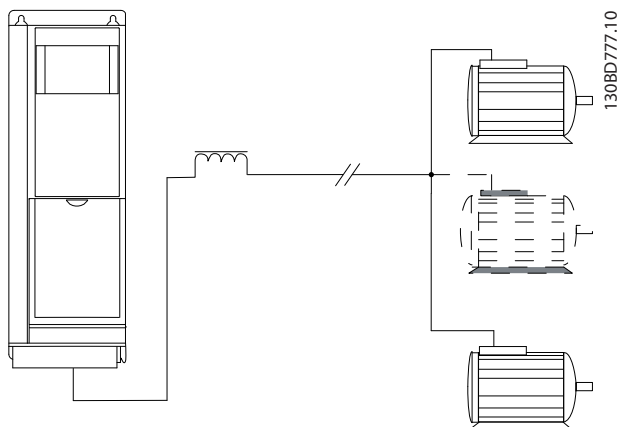
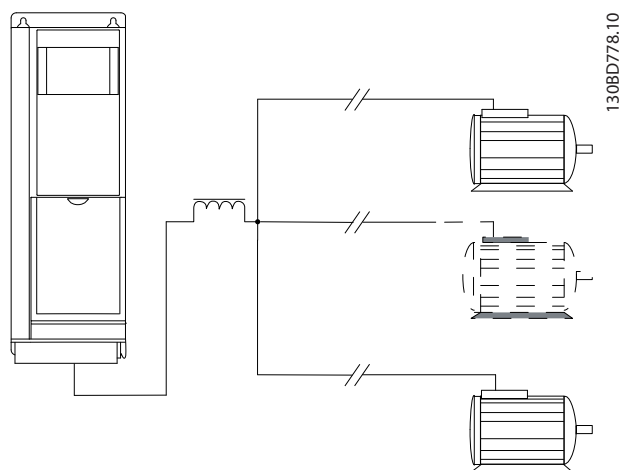

Ilustración 3.14 Cables paralelos con carga
Ilustración 3.15 Filtro LC para cables paralelos largos
10 m cada uno), consulte la Ilustración 3.14 y la Ilustración 3.15.
- Tenga en cuenta la caída de tensión en todos los cables de motor, consulte la Ilustración 3.15.
- Para cables paralelos largos, utilice un filtro LC. Consulte la Ilustración 3.15.